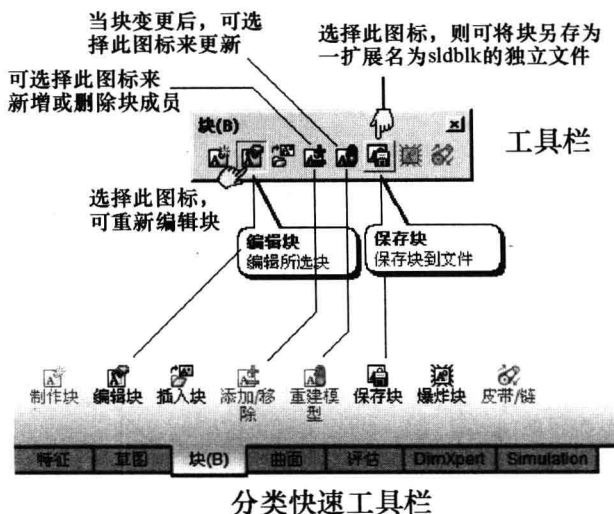

图 1-8 编辑块或将另存为块文件的界面选择位置
**操作 10:** 存盘前，可通过图 1-8 所示的工具栏，来编辑块或将其另存为一个独立的块